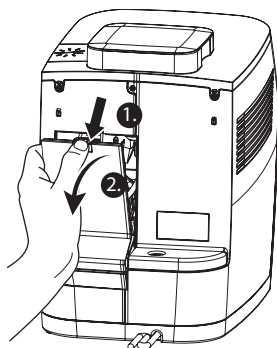

bild 14: Ta bort bryggenhetens lock
3. Avlägsna bryggenhetens lock på baksidan av enheten genom att tryck ner flikarna med dina tummar och dra den mot dig (bild 14).